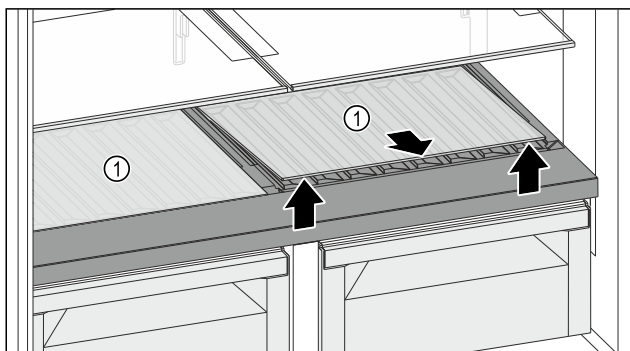

Fig. 120
- Sollevare un ripiano di vetro o entrambi i ripiani di vetro Fig. 120 (1) dall'incavo anteriore e rimuoverlo/i.
- Conservare i ripiani di vetro Fig. 120 (1) (uno o più) fuori dall'apparecchio in un luogo sicuro.